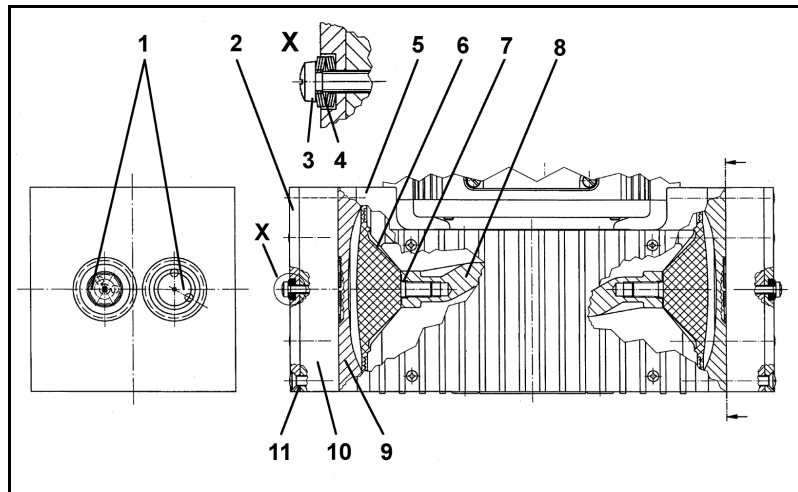

Abb. 11: Schnitt durch die Pumpenköpfe (symbolisch) der Pumpe N 860.3 FT.40.18
3. An beiden Pumpenköpfen Druckplatte (Abb. 11/2), Kopfdeckel (10), Zwischenplatte (9) und Gehäuse (5) mit einem durchgehenden Filzstiftstrich (M) markieren. Damit lässt sich sicherstellen, dass die Teile beim späteren Zusammenbau richtig montiert werden.
4. An beiden Pumpenköpfen die acht Schrauben (11) lösen.
i Die ersten drei aufzusteckenden Tellerfedern müssen vom Schraubenkopf wegweisen, die folgenden drei dem Schraubenkopf zugeneigt sein (siehe Detail X in Abb. 11).
Gewechselte Membrane und Ventilplatten/Dichtungen	<ul style="list-style-type: none"> ➔ Sicherstellen, dass Passscheiben auf das Membrangevinde aufgesteckt wurden. ➔ Kopfverschaltung und Schlauchverbindungen auf Dichtigkeit prüfen. ➔ Eventuell die äußeren Schrauben (Abb. 10/4 bzw. Abb. 11/11) der Druckplatte vorsichtig über Kreuz anziehen.